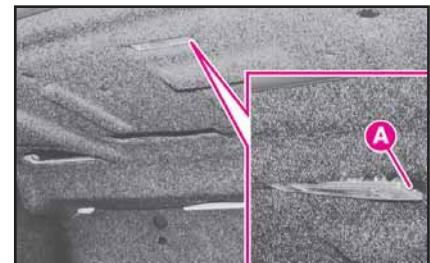

fig. 40
1) quite el transparente empujando con un destornillador en el muelle A (fig. 40);